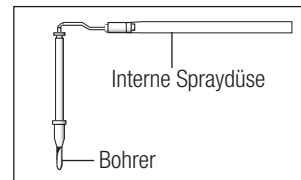

Abb.11
- 3) Führen Sie nun die interne Spraydüse von hinten in den Bohrer ein. (Abb.11)